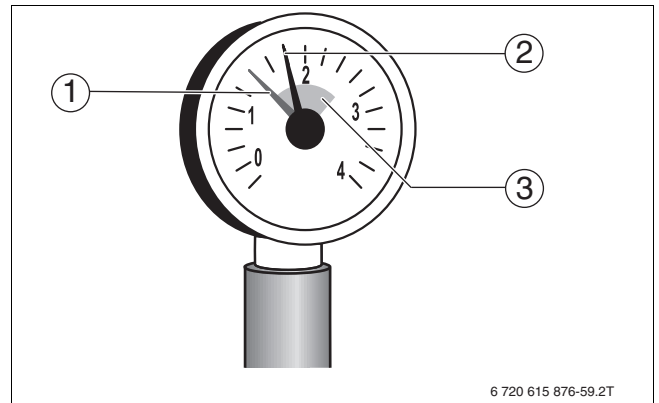

Fig. 55 Manómetro para instalaciones cerradas
- ▶ Llene lentamente la instalación de calefacción. Durante el llenado, observe la indicación de la presión (manómetro) (→ fig. 55).